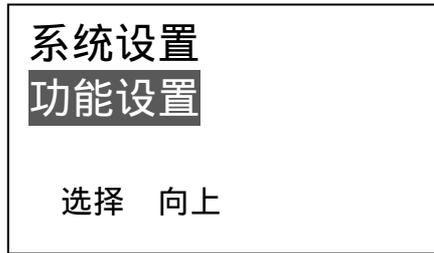

图 32
- c. 用 \leftarrow 或 \rightarrow 键选中功能设置，按 \leftarrow 键进入（如图 32）。
- c. 用 或 键选中功能设置，按 \leftarrow 键进入（如图 32）。
- h. 用 或 键选中**功能设置**，按←键进入（如图 32）。
- a. 用 或 键选中功能设置，按←键进入（如图 32）。